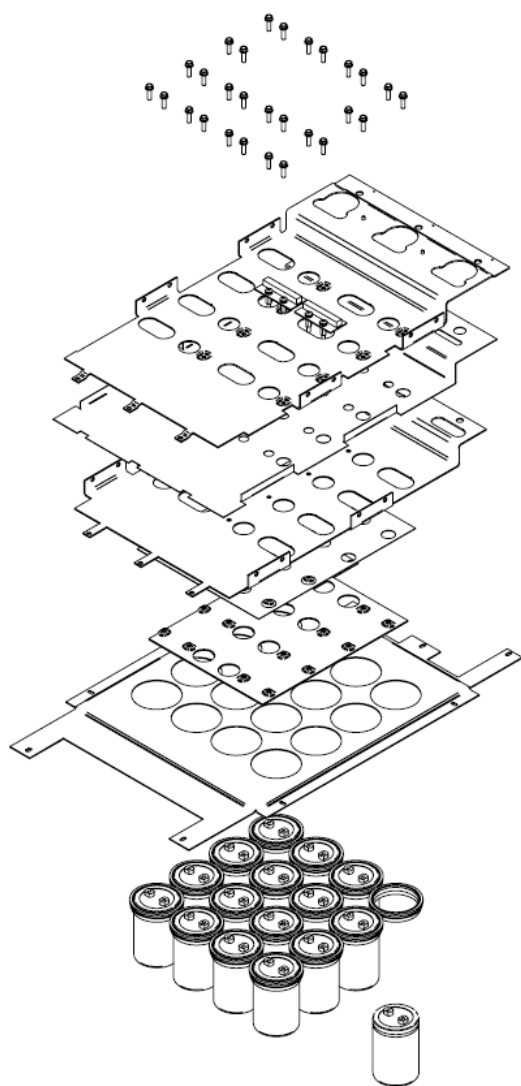

Figura 6.14.Extracción de un condensador.
Consultar la *figura 6.14* mientras se siguen estas instrucciones:
- 2) Colocar el Bus intermedio como se muestra en la *figura 6.14*.
- 5) Colocar el Bus (-) como se muestra en la *figura 6.14*.
- 8) Colocar el Bus (+) como se muestra en la figura 6.14.